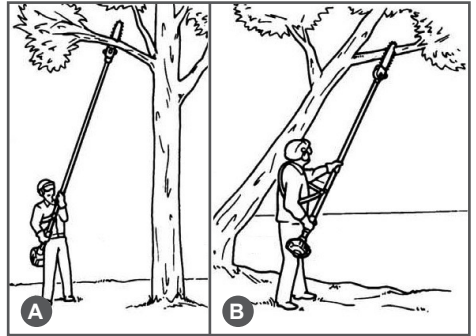

Рис. 16 Положение оператора при работе
3. При обрезке веток на вертикально стоящем дереве, рекомендуется рабочее положение высотореза под углом примерно 60° по отношению к дереву (Рис. 16А). При обрезке веток на наклонно стоящем дереве располагайтесь всегда по направлению наклона дерева (Рис. 16В).